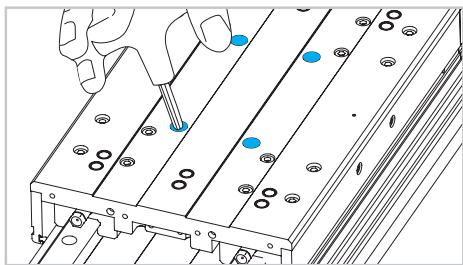

Fig. 7
- 8) Desserrer et retirer les 4 vis qui tiennent la partie intérieure du chariot (Fig. 7)